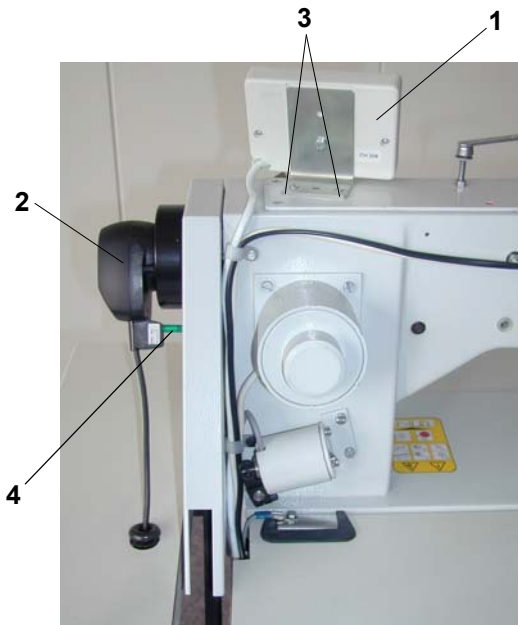

Abb. 7
6. Montage des Positionsgebers und des Bedienfeldes vom Stoppmotor (Abb. 7, 8)